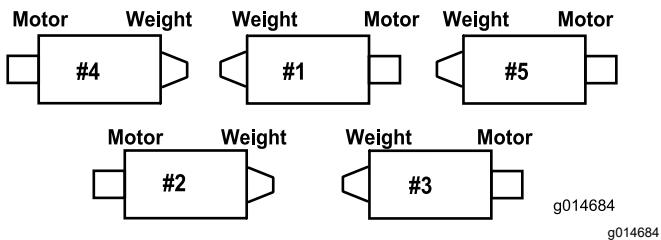
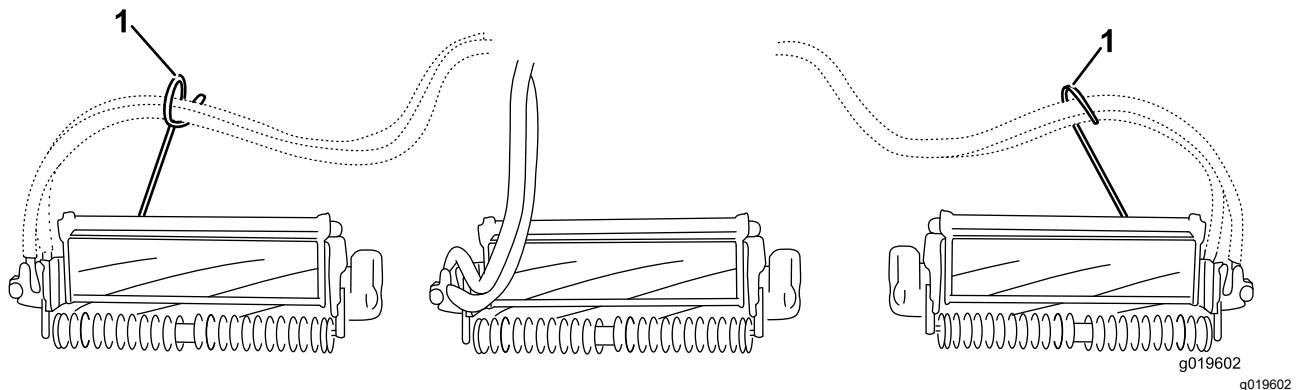
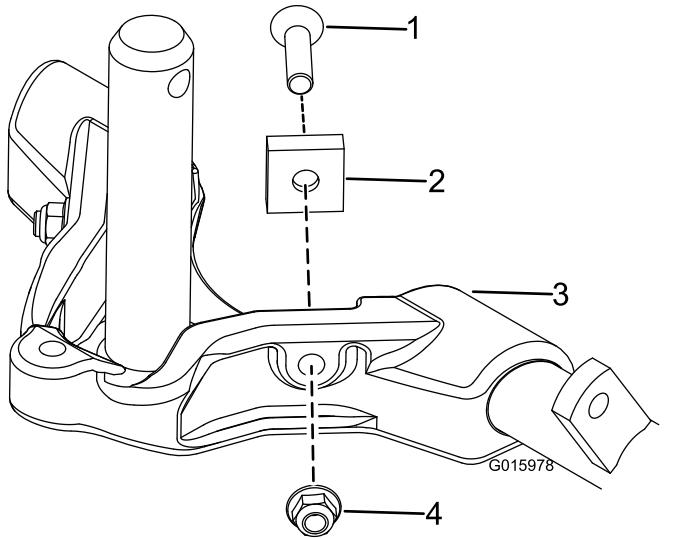

图 12
图 14
图 15
重要事项 在 4 号左前和 5 号右前 滚刀组上用杆支架安装螺母将软管导向架安装到滚刀组凸耳的前面。软管导向架应偏向于中心滚刀组 图 12 至 图 14。
6. 拆去后 2 号和 3 号滚刀组承载架 (图 12) 上的 2 个枢轴隔片、六角头螺丝和凸缘锁紧螺母 (图 15) 提高后滚刀组的转向力度。